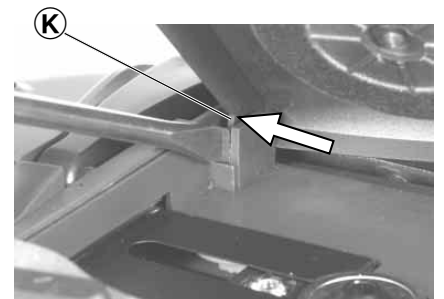

Fig. 8
- Linkes Deckelscharnier **K** mit einem Schraubendreher nach außen drücken (Fig. 8) und Deckel abnehmen.
- Press the left hinge of the lid **K** outwards with a screwdriver (Fig. 8) and take off the lid.